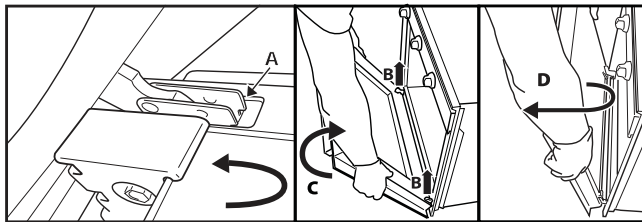

Fig. 2
3. Închideți ușa până la capăt (A), ridicați-o (B) și rotiți-o (C) până când se deblochează (D) (Fig. 2).